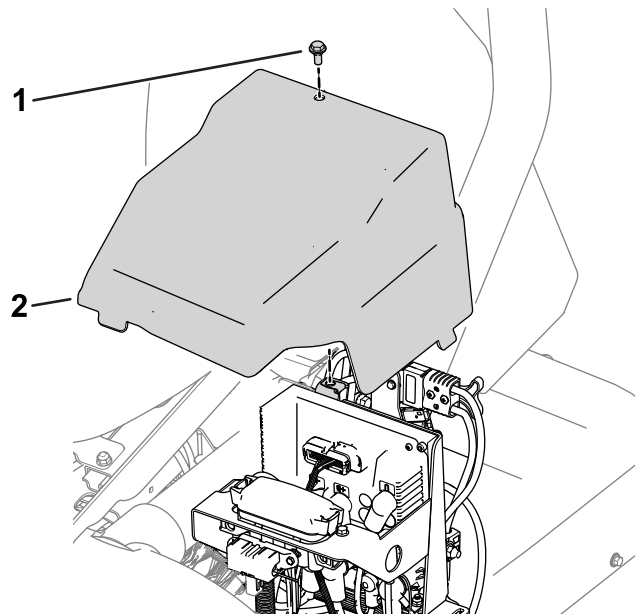

Figura 34
1. Rimuovete la protezione lato sinistro dalla macchina (Figura 34).
5. Montate la protezione lato sinistro (Figura 34).